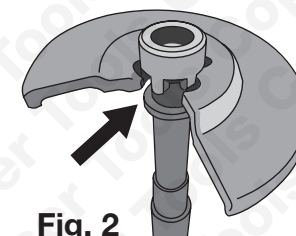

Fig. 2
5. Insérer le corps télescopique du compresseur dans la fente du dispositif de serrage à mâchoires supérieur. S'assurer que les dents du compresseur sont engrenées correctement avec le dispositif de serrage (voir Fig. 2).
8. Comprimer ensuite le ressort pour permettre la dépose. Si un pistolet à impact pneumatique est utilisé, monter tout d'abord la barre d'allongement de limitation de couple (D) sur l'entraînement d'1/2 pouce. Si un cliquet est utilisé, veiller à ce que le couple maximum appliqué ne dépasse pas 100 Nm. (Il est également possible d'utiliser la barre d'allongement de limitation de couple avec un cliquet standard.)